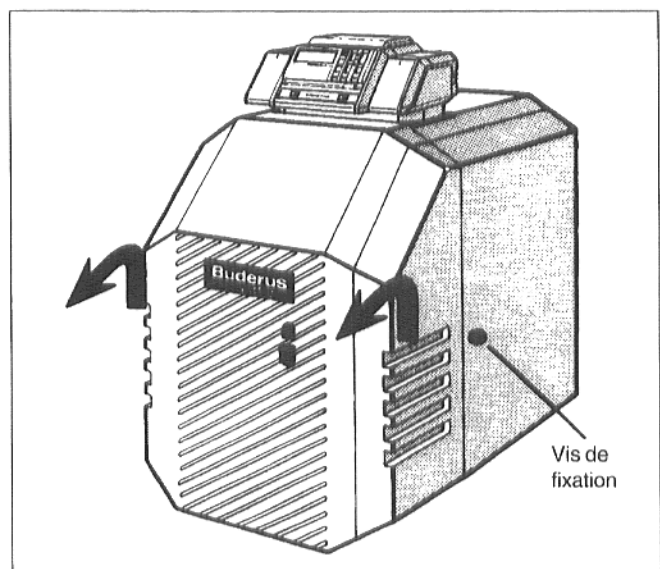

Fig. 37
- Soulever légèrement le capôt de la porte du brûleur, et le tirer vers l'avant. Pour les chaudières Unit, dévisser les vis hexagonales (Fig. 37) à droite et à gauche sur les parois latérales. Soulever légèrement le capot du brûleur le tirer vers l'avant.